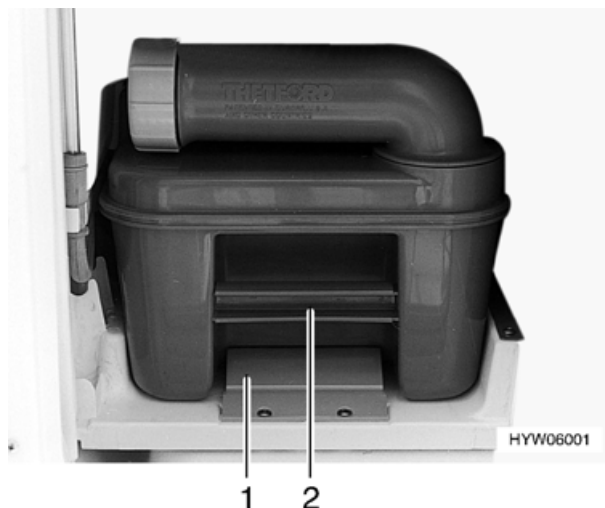

Bild 94 Thetford-Kassette entnehmen
- Sicherung (Bild 94,1) entriegeln und Thetford-Kassette (Bild 94,2) herausziehen.